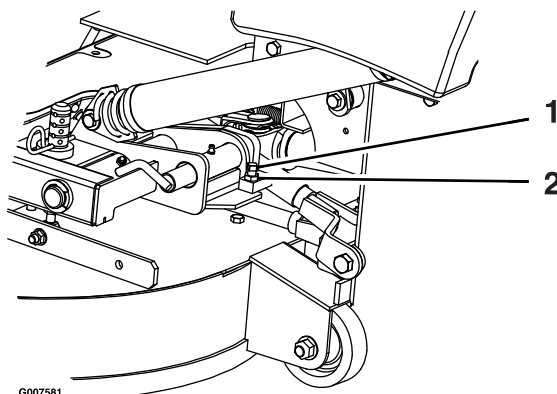

Figure 60
2. Desserrez l'écrou de blocage et tournez la vis de butée dans le sens horaire jusqu'à ce que la goupille de verrouillage soit serrée et ne puisse pas être tournée à la main (Figure 60).